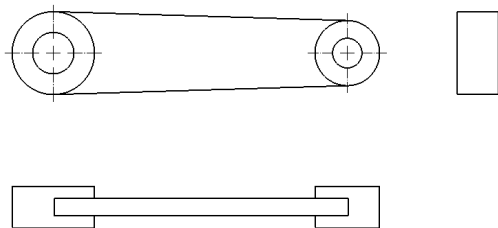

图 12-50 打开工程图文件
(1) 单击常用工具栏中的【打开】按钮, 打开一幅工程图文件, 如图 12-50 所示。